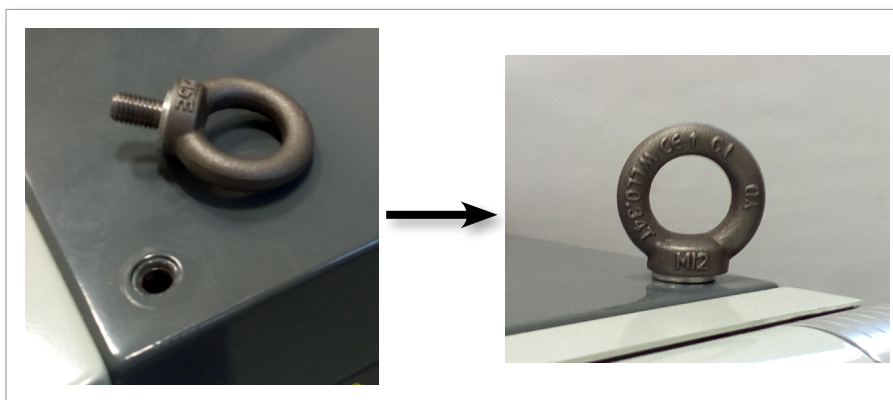

Figura 3-10 Instalación de los cáncamos y las arandelas
Monte los cáncamos y las arandelas e instálelos en los orificios de la parte superior del controlador E-Multi. Consulte la Figura 3-10.
6. Fije las eslingas a todos los cáncamos. Consulte la Figura 3-10.